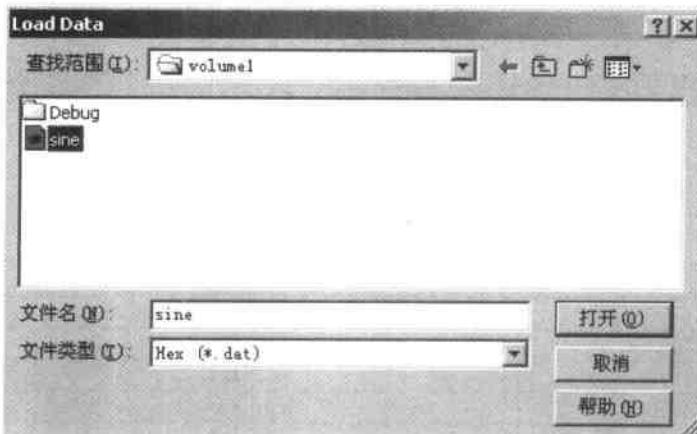

图 6.22 Load Data 对话框
- (1) 在 File 菜单中执行 Data→Load 命令, 将打开一个如图 6.22 所示的 Load Data 对话框, 在其中选择文件 sine.dat。单击“打开”按钮。